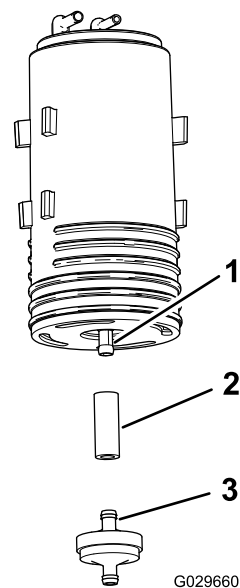

Bild 48
4. Entfernen Sie den Aktivkohlefilter und den kurzen Abschnitt des Schlauchs vom unteren Anschlussstück des alten Aktivkohlefilters (Bild 48).
5. Befestigen Sie den Schlauch am unteren Anschlussstück des neuen Aktivkohlefilters (Bild 48).
6. Setzen Sie das Anschlussstück des neuen Aktivkohlefilters in den Schlauch ein (**Bild 48**).